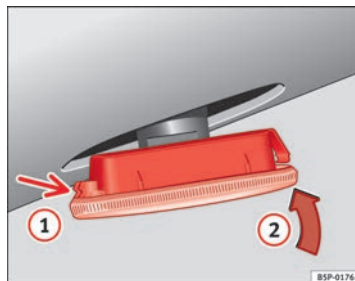

Abb. 234 Seitlicher Blinker
- Setzen Sie den Blinker zuerst in der Aufnahme der Karosserie ein, wobei die Halterungen richtig einrasten müssen ⇒ Abb. 234, Pfeil ①.
- Die Lampe in Pfeilrichtung ② ⇒ Abb. 234 einsetzen.